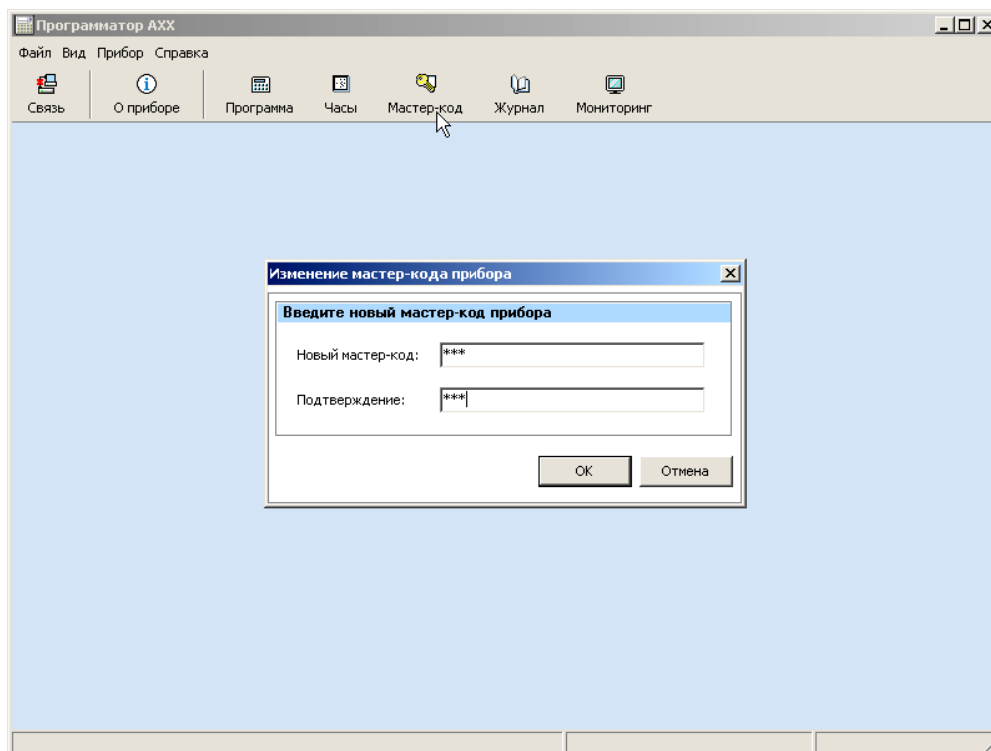

Рисунок 22 – Смена текущего Мастер-кода устройства на новый Мастер-код
**2.3.1.5 Сервисная иконка «Мастер-код».** При необходимости кликнув на иконку «Мастер-код», возможно произвести смену текущего Мастер-кода на новый, рисунок 22;